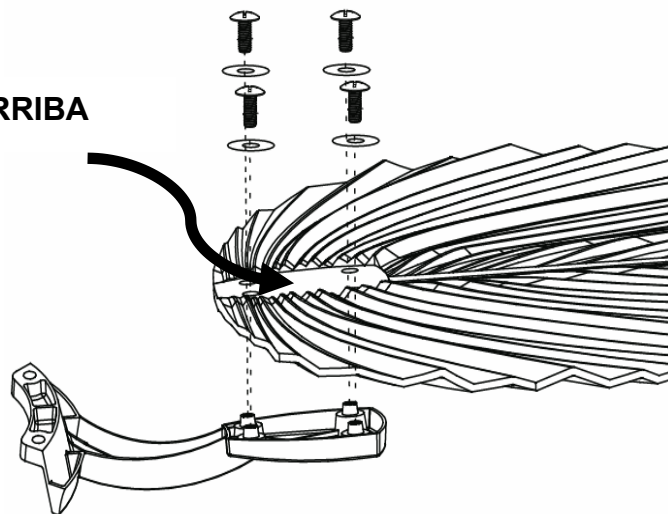

Fig. 5.1
1. Asegure el aspa al soporte del aspa con los 4 tornillos y arandelas para el aspa. Asegúrese de que el lado del aspa con la nota "THIS SIDE UP" (ESTE LADO HACIA ARRIBA) esté en el lado de las cabezas de los tornillos. (Fig. 5.1).